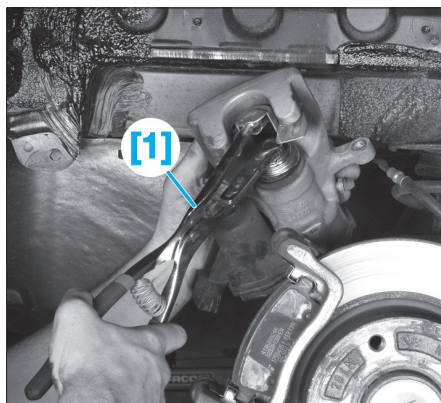

FIG. 9
- Repousser le piston d'étrier de frein jusqu'en butée à l'aide d'un outil adapté [1] (Fig.9).
- Repousser le piston d'étrier de frein jusqu'en butée à l'aide d'un outil adapté [1] (Fig.9) (voir opération concernée).